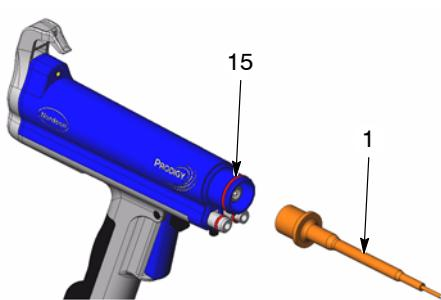

Рис. 22 Снятие держателя резистора
- См. рис. 22. Вывернуть держатель резистора (1) из умножителя (15).
- См. рис. 22. Навернуть держатель резистора на умножитель.
4. См. рис. 22. Навернуть держатель резистора на умножитель.